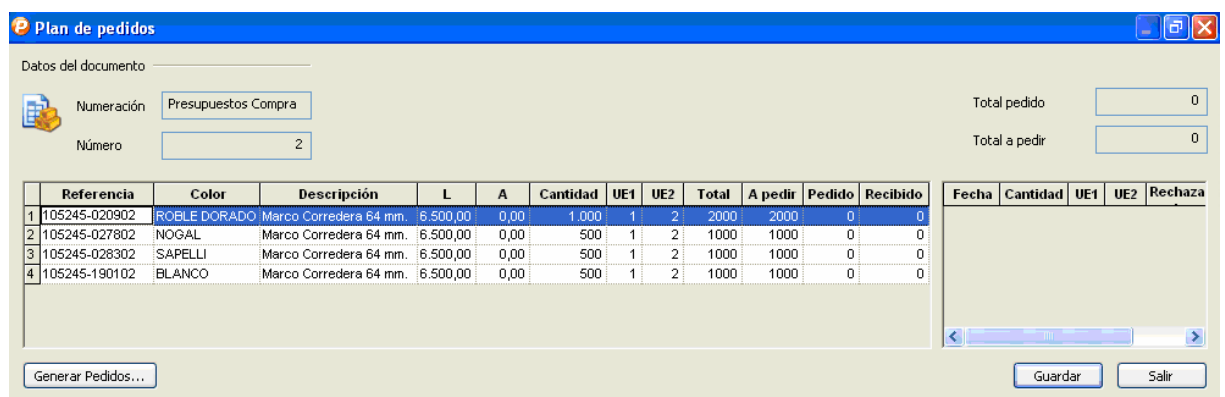

Figura 2. Plan de pedidos.
2. Haga clic en el menú **Operaciones/Plan de pedidos...** Se mostrará una pantalla como la de la figura 2